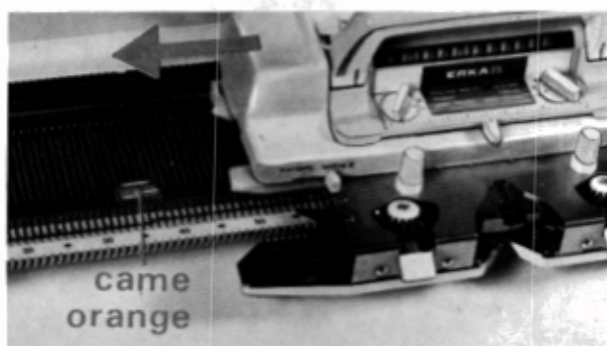

Fig. 223
- Placer une came de motif orange (fig. 223) et passer le chariot de droite à gauche ;